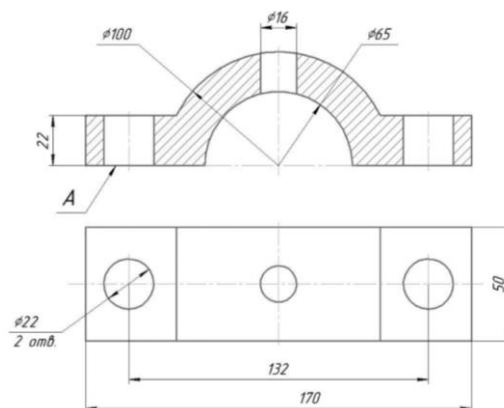

Рис. 2 Чертеж детали «Крышка»
- Создание электронной модели детали «Крышка» (рис. 2);